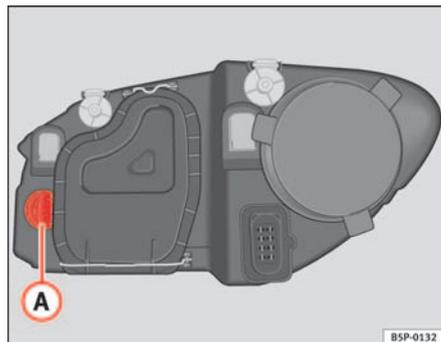

Fig. 174 Lampada luce indicatore di direzione
- Ruotare il portalampe ⇒ fig. 174 1 verso sinistra e tirare.